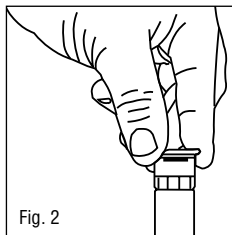

Fig. 2
1. Halten Sie den unteren, farbigen Teil der Düse mit den Fingern und drehen Sie die Düsenscheibe nach links, um den Sektor zu erweitern. (Fig. 2)